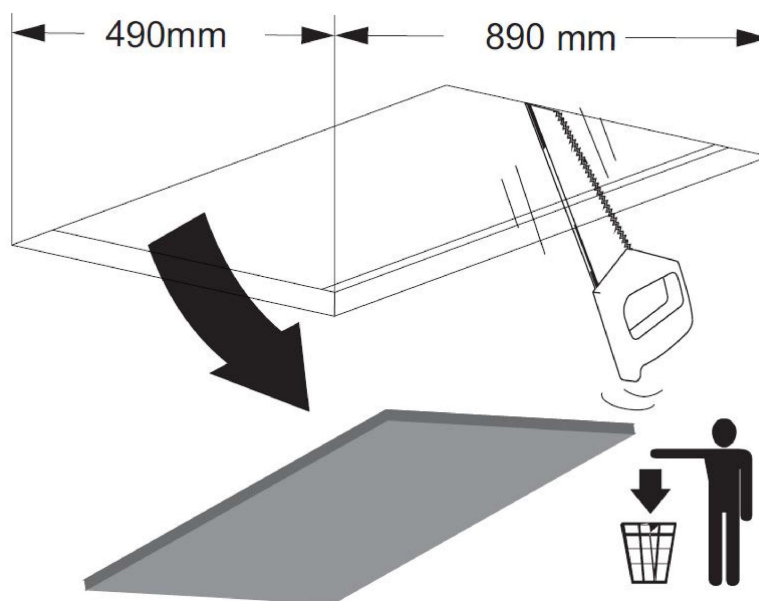

Fig. 17
2. ➤ Loftet eller materialet emhætten monteres i skal skæres med oplyste mål (Fig. 17).